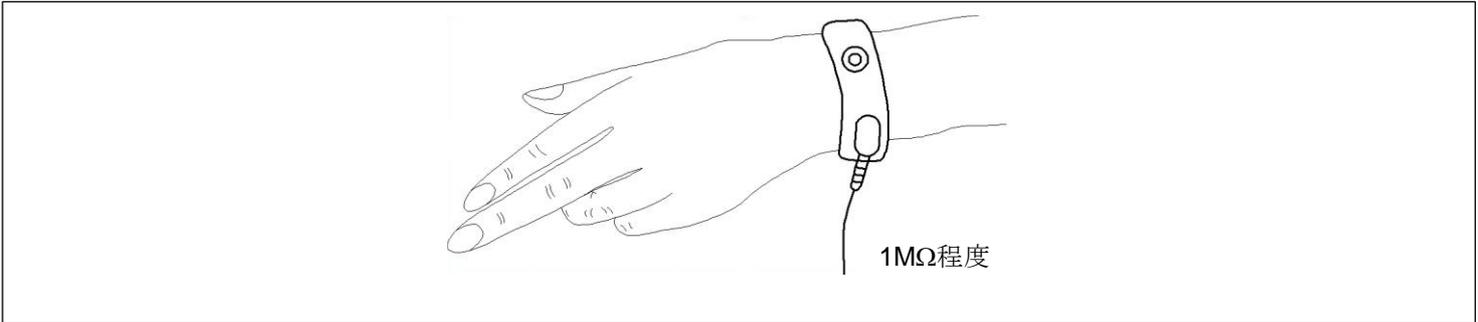

図 1 リストバンド装着例
- 作業者は、人体アースをしてください。その際は、リストバンドを装着し電源アースラインと同電位部に接続してください(図 1)。